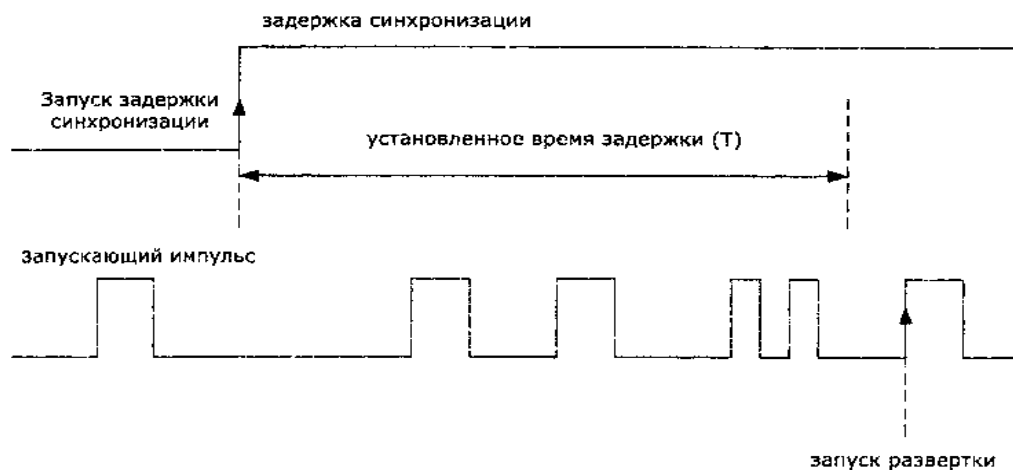

Рисунок 8.24 - Задержка запуска по времени
- **По времени** Нажатием на кнопку F2 и вращением многофункционального регулятора задаете время задержки от момента появления импульса синхронизации до момента запуска линии развертки. Вы можете регулировать это время в пределах 100нс...1,3мс. На рис. 8.24 приведены пояснения к этому режиму. В момент появления первого импульса запускается схема задержки схемы синхронизации, время задержки определяется пользователем и равно T, после окончания этого времени линия? развертки будет запущена первым импульсом, следующим после окончания времени задержки.